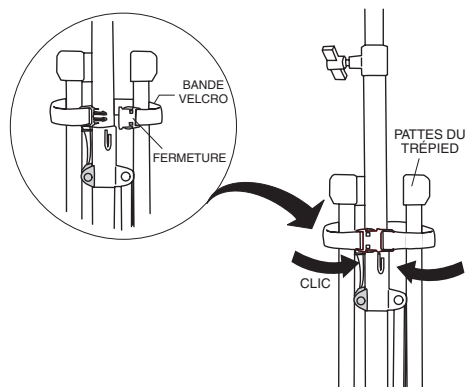

Figure 25. Bande velcro (fermé)
- Une fois les pattes du trépied sont dans la position de rangement, enrouler la bande velcro (Figure 25) autour des trois pattes du trépied. Fixer les pattes du trépied en insérant les extrémités mâle et femelle du connecteur de la bande l'une dans l'autre.